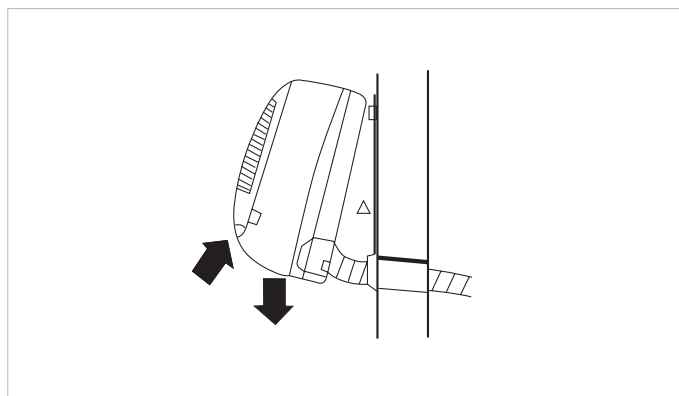

Fig. 9.9 Montage de l'unité intérieure.
- Basculer la partie du bas de l'unité intérieure vers l'avant et insérer un outil auxiliaire (morceau de bois, par exemple) entre la plaque de montage et l'unité (cf. figure 9.9).